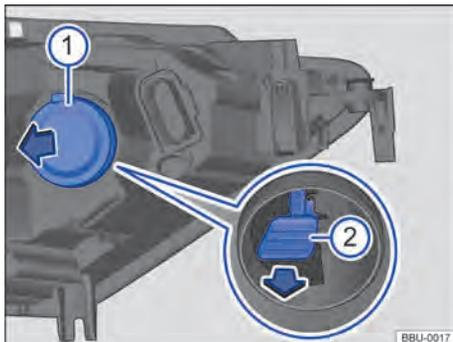

Fig. 148 No compartimento do motor à direita: lado de trás do farol.
3. Remover a cobertura de borracha → Fig. 148 .
4. Remover o suporte da lâmpada → Fig. 148  pela alça no sentido da seta. Ao mesmo tempo, pressionar a alça alternadamente para cima e para baixo, para facilitar a remoção.
6. Colocar cuidadosamente o suporte da lâmpada no farol e pressionar para frente, até que ele se encaixe de modo audível → Fig. 148.